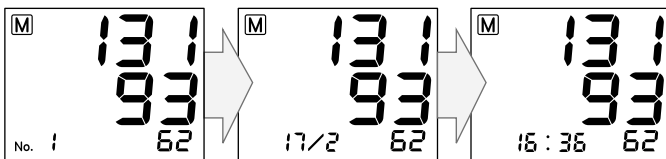

Рис.17
4. В нижнем левом углу дисплея будет поочередно отображаться номер ячейки памяти, даты и времени измерения (рис. 17). Результат сохраненный в ячейке под номером 1 является самым последним среди сохраненных данных в выбранной памяти. Чем больше номер ячейки памяти, тем старше результат.